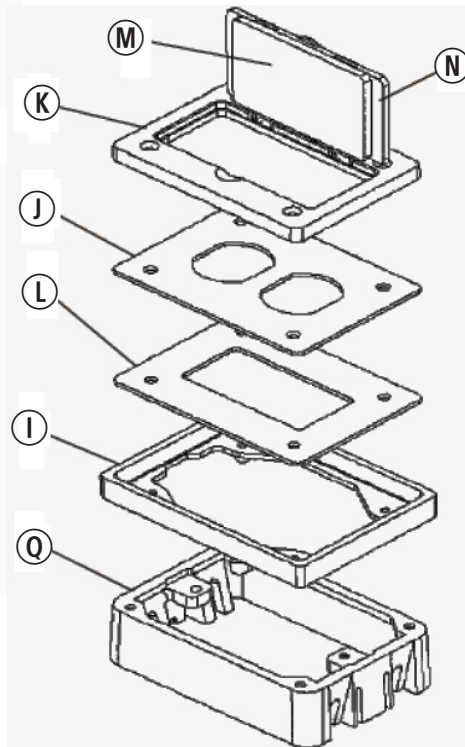

Fig. 4
1. Remove concrete cover (C) and discard.
2. Start screws (F) into **upper** holes of adapter retainer clips (U) (Fig. 4).
3. Align adapter clip screws (F) with slots in adaptor collar(s) (H) [PFBRAC].
4. Position adapter collar(s) (H) by bottoming adapter clip screws (F) in slots and secure by tightening screws (F).
5. Attach frame (P) (**S5017G or SA5017G**) to adapter collar(s) (H) with 6-32 flat head screws provided. Torque to 10 -12 lb-in (1.1 - 1.4 N•m).
6. Tile and grout to frame (P) (S5017G or SA5017G).
7. In multi-gang applications apply silicone between frames (P).
8. Pigtail equipment grounding conductor on frame (P).
9. Remove spacers on frame (P) for GFCI & surge receptacles, break off plaster ears and install device(s) according to manufacturer's instructions and finish with Hubbell metallic rectangular covers (Table 1).
FINISHED CONCRETE & TILE FLOORS - METAL FRAME SB/SA 3083W, 3084W and 3085W (Fig. 4)
2. Start screws (F) into **lower** holes of adapter retainer clips (U) (Fig. 4).
5. Attach frame (T) (**SB3083W, SA3083W, SB3084W, SA3084W, SB3085W or SA3085W**) to adapter collar(s) (H) with 6-32 flat head screws provided. Torque to 10 -12 lb-in (1.1 - 1.4 N•m).
6. Pigtail equipment grounding conductor onto ground conductor(s) (V) on frame (T).
7. Apply a bead of silicone between frame (T) and floor.
8. Level frame (T) to floor and secure by tightening adapter clip screws (F) through opening(s) in frame (T).
10. Retirer les cales des plaques de montage (P) pour les prises DDFT et contre les surtensions transitoires, casser les pattes de fixation sur plâtre, installer les dispositifs selon les directives du fabricant et terminer en fixant les couverts rectangulaires métalliques de Hubbell (Tableau 1).
1. Enlever le couvercle pour béton (C) et le jeter.
2. Introduire les vis (F) dans les trous du **haut** des pinces de retenue (U) de l'adaptateur (Fig. 4).
3. Aligner les vis des pinces de fixation (F) avec les rainures du collier de l'adaptateur (H) [PFBRAC].
4. Mettre le collier adaptateur (H) en place en poussant à fond les vis des pinces de fixation (F) dans les rainures et le fixer en serrant les vis (F).
5. Fixer la plaque de montage (P) (S5017G ou SA5017G) au collier adaptateur (H) avec les vis à tête plate 6-32 fournies. Serrer à un couple de 1,1-1,4 N•m.
6. Poser les carreaux de céramique et cimenter à la plaque de montage (P) (S5017G ou SA5017G).
7. Dans le cas de montage de dispositifs multiples, appliquer de la silicone entre les plaques de montage (P).
8. Connecter le conducteur de MALT de l'appareil à la borne de la plaque de montage (P).
9. Retirer les cales des plaques de montage (P) pour les prises DDFT et contre les surtensions transitoires, casser les pattes de fixation sur plâtre, installer les dispositifs selon les directives du fabricant et terminer en fixant les couverts rectangulaires métalliques de Hubbell (Tableau 1).
PLANCHERS DE BÉTON ET DE CARREAUX DE CÉRAMIQUE FINIS - PLAQUE DE MONTAGE MÉTALLIQUE SB/SA 3083W, 3084W et 3085W (Fig. 4)
2. Introduire les vis (F) dans les trous du **bas** des pinces de retenue (U) de l'adaptateur (Fig. 4).
4. Mettre le collier adaptateur (H) en place en poussant à fond les vis des pinces de fixation (F) dans les rainures.
5. Fixer la plaque de montage (T) (SB3083W, SA3083W, SB3084W, SA3084W, SB3085W ou SA3085W) au collier adaptateur (H) avec les vis à tête plate 6-32 fournies. Serrer à un couple de 1,1-1,4 N•m.
6. Connecter le conducteur de MALT de l'appareil à la borne (V) de la plaque de montage (P).